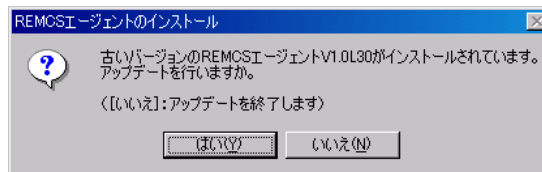

図 3-14 アップデート確認メッセージ
- 1 REMCS エージェント CD を挿入します。挿入後、自動的にアップデート確認メッセージ (図 3-14) が表示されます。